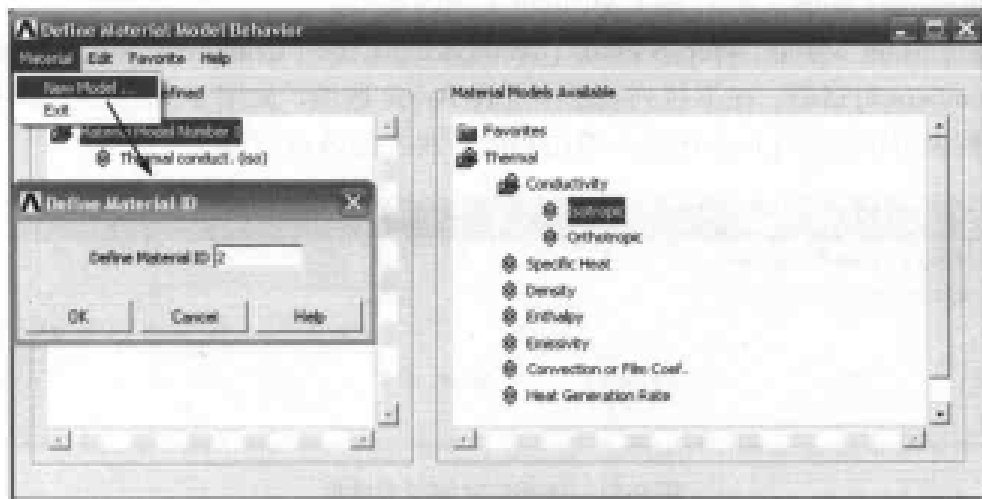

图 9-49 定义材料性能参数对话框
(1) 选择 Main Menu | Preprocessor | Material Props | Material Models 命令, 出现 Define Material Model Behavior 对话框。
(2) 在 Material Models Available 列表框中依次双击 Thermal、Conductivity、Isotropic 选项, 出现 Conductivity for Material Number 1 对话框, 在 KXX 文本框中输入铝的导热系数 236, 单击 OK 按钮关闭该对话框。
(3) 在 Define Material Model Behavior 对话框中选择 Material | New Model 命令, 出现 Define Material ID 对话框, 在文本框中输入材料参考号 2, 如图 9-49 所示, 单击 OK 按钮关闭该对话框。